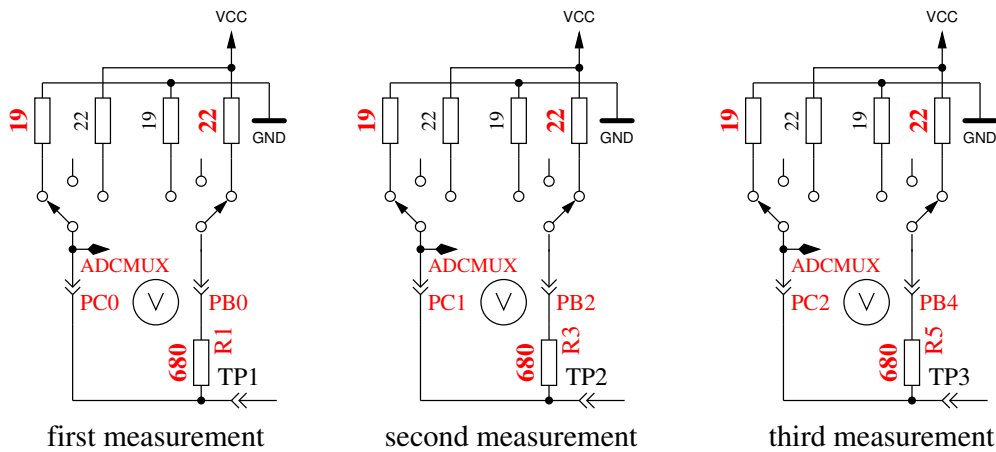

Abbildung 5.53: Messung des Innenwiderstandes von auf GND geschalteten Port-C-Ausgängen.
5. Dieser Schritt testet die **Fähigkeit von mit GND (-) verbundenen 470kΩ-Widerständen (H) die Testpins auf GND zu ziehen.** Zeile 1 zeigt den Text „RH-“. Zeile 2 sollte für alle drei Pinne Null mV anzeigen.
6. Dieser Schritt testet die **Fähigkeit von mit VCC (+) verbundenen 470kΩ-Widerständen (H) die Testpins auf VCC zu ziehen.** Zeile 1 zeigt den Text „RH+“. Der bestmögliche mV Wert für die drei Messungen wäre 0 in Zeile 2, da die Diffenz zu VCC dargestellt wird. Große Abweichungen vom Idealwert für Schritt 5 und 6 sind Fehler wie Isolations-Problem, Flussmittelreste oder beschädigter Port.
8. **Messung des Innenwiderstandes eines auf GND geschalteten Ausgangs.** Dieser und die folgenden Schritte werden nur bei gewählter AUTO_CAL Option durchgeführt. Die internen Port C Widerstände von auf GND (-) geschalteten Ausgängen werden mit dem Strom der nach VCC (+) geschalteten 680Ω Widerstände gemessen, siehe Abbildung 5.53. Es werden nur die drei Pins des ADC-Ports vermessen, die Widerstands-Ports PB0, PB2 und PB4 können nicht ohne Veränderung der Hardware gemessen werden. Es wird angenommen, dass die Portwiderstände von unterschiedlichen Ports nahezu identisch sind. Der Widerstandswert wird im nächsten Schritt mit ausgegeben.